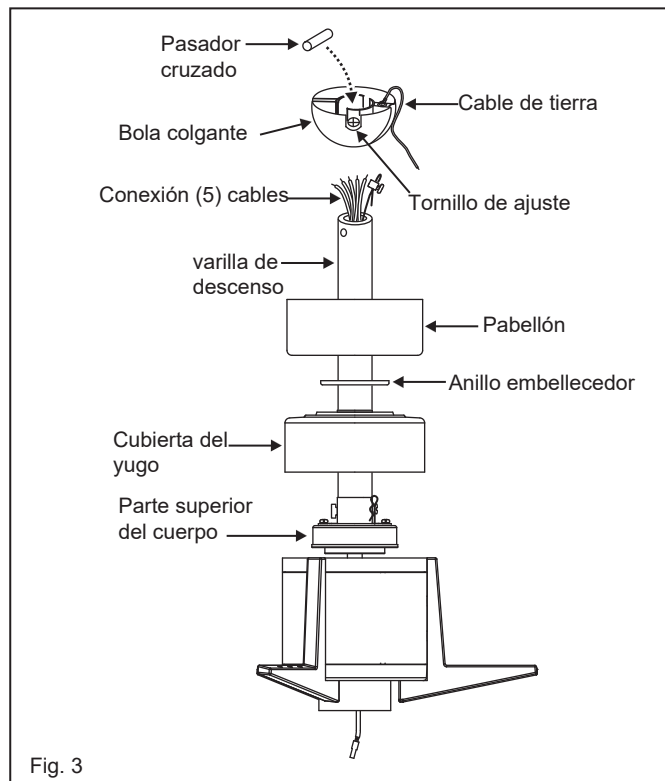

Fig. 3
- 6 Deslice la cubierta del yugo, el anillo embellecedor y el dosel sobre la varilla bajante. (Fig. 3)
- 1 Retire la placa de pared existente y el interruptor antiguo de la caja de salida de pared. (Fig. 3)